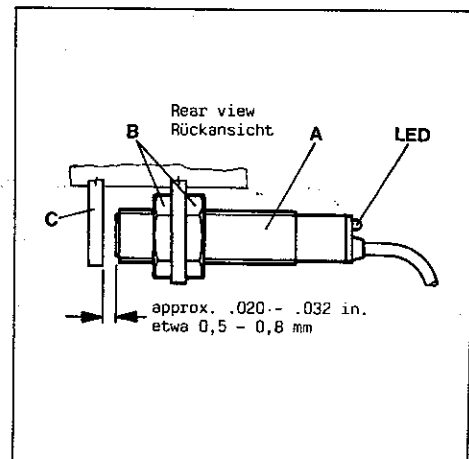

Fig. 65
The proximity switch (A, Fig. 65) prevents the motor respectively the sewing machine from running, when the thread trimmer mechanism is not in its extreme right end position (home position). Adjust as follows:
Der Näherungsschalter (A, Fig. 65) verhindert das Laufen des Motors bzw. der Nähmaschine, wenn der Fadenabschneidermechanismus nicht in seiner äußerst rechten Endstellung (Ruhestellung) ist.
Set the face of proximity switch (A, Fig. 65) with nuts (B) close to lever (C) until the light emitting diode (LED) lights up. The distance between proximity switch (A) and lever (C) is normally approx. 0.5 to 0.8 mm (.020 to .032 in.). When moving the thread trimmer mechanism about 0.5 mm (.020 in.) from its right end position to the left, the LED must go out and the motor respectively the sewing machine will not start to run when depressing the motor treadle.
Stellen Sie die Stirnfläche des Näherungsschalters (A, Fig. 65) mit Hilfe der Muttern (B) so nahe an den Hebel (C), daß die Leuchtdiode (LED) aufleuchtet. Der Abstand zwischen Näherungsschalter (A) und Hebel (C) ist normalerweise etwa 0,5 bis 0,8 mm. Wenn der Fadenabschneidermechanismus um etwa 0,5 mm aus seiner rechten Endstellung nach links bewegt wird, muß die LED erlöschen und der Motor bzw. die Nähmaschine läuft nicht mehr an, wenn das Motorpedal nach vorne getreten wird.